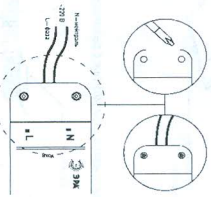

Рис.2. Схема альтернативного подключения источника питания светодиодной панели к сети 220В.
- либо ко входу источника питания (к соответствующему разьему), см. рис.2.